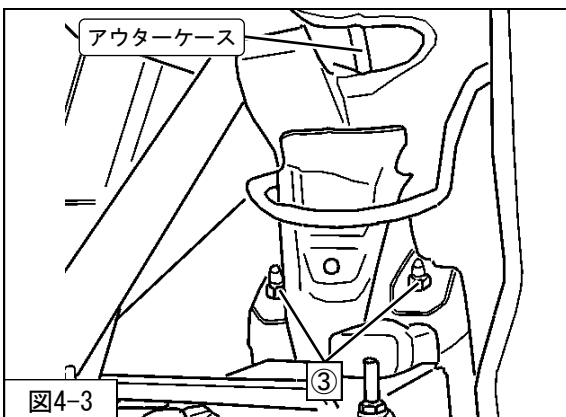

図4-3
5. ③リアサスペンションASSYアッパー取付ナット（締付トルク：38～52N・m）を取付けてください。（図4-3）